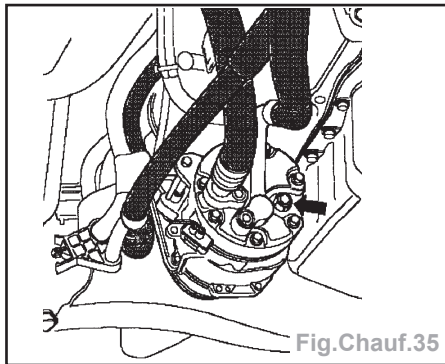

Fig. Chauff.35
- Le clapet de décharge indique si le clapet a été préalablement ouvert. Une plaquette collée est alors éjectée (Fig. Chauff.35).